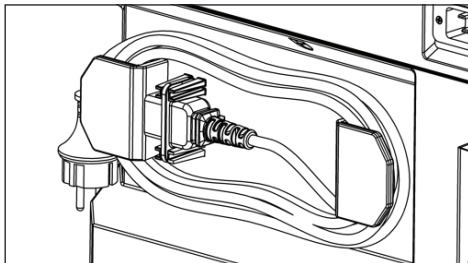

Fig. 6: Förvaringsläge för kabeln
- ▶ Förvara kabeln i förvaringsläget (bild 6). Fäst kontakten med den medföljande kabelklämman.